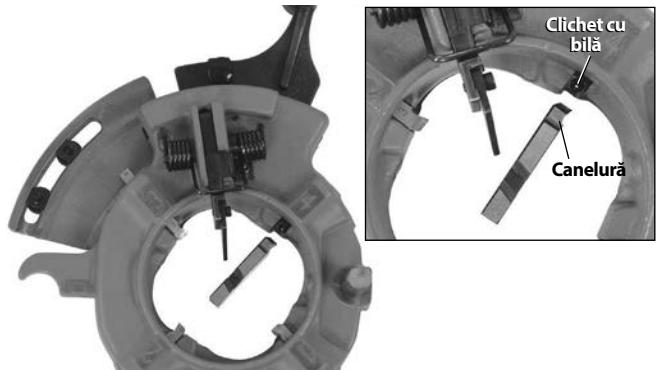

Figura 16 – Inserare cuțite-filieră
4. Inserați cuțitele-filieră corespunzătoare în capul-filieră, marginea cu numărul în sus. Numerele de pe cuțitele-filieră trebuie să corespundă cu cele de pe fantele capului-filieră (vezi Figura 16). Fantele cuțitului-filieră au un clichet cu bilă care se cuplează în canal pe cuțitele filieră când sunt inserate corespunzător. Întotdeauna schimbați cuțitele-filieră ca seturi – nu amestecați cuțitele-filieră din diferite seturi.